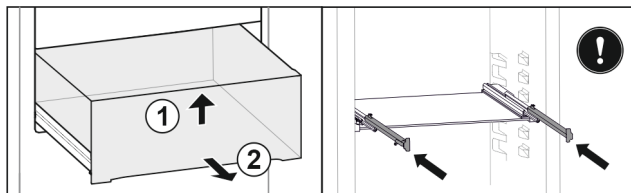

Fig. 27 *
- ▶ Nadvihnite zásuvku dopredu Fig. 27 (1)*
- ▶ Odoberte ju dopredu Fig. 27 (2)*